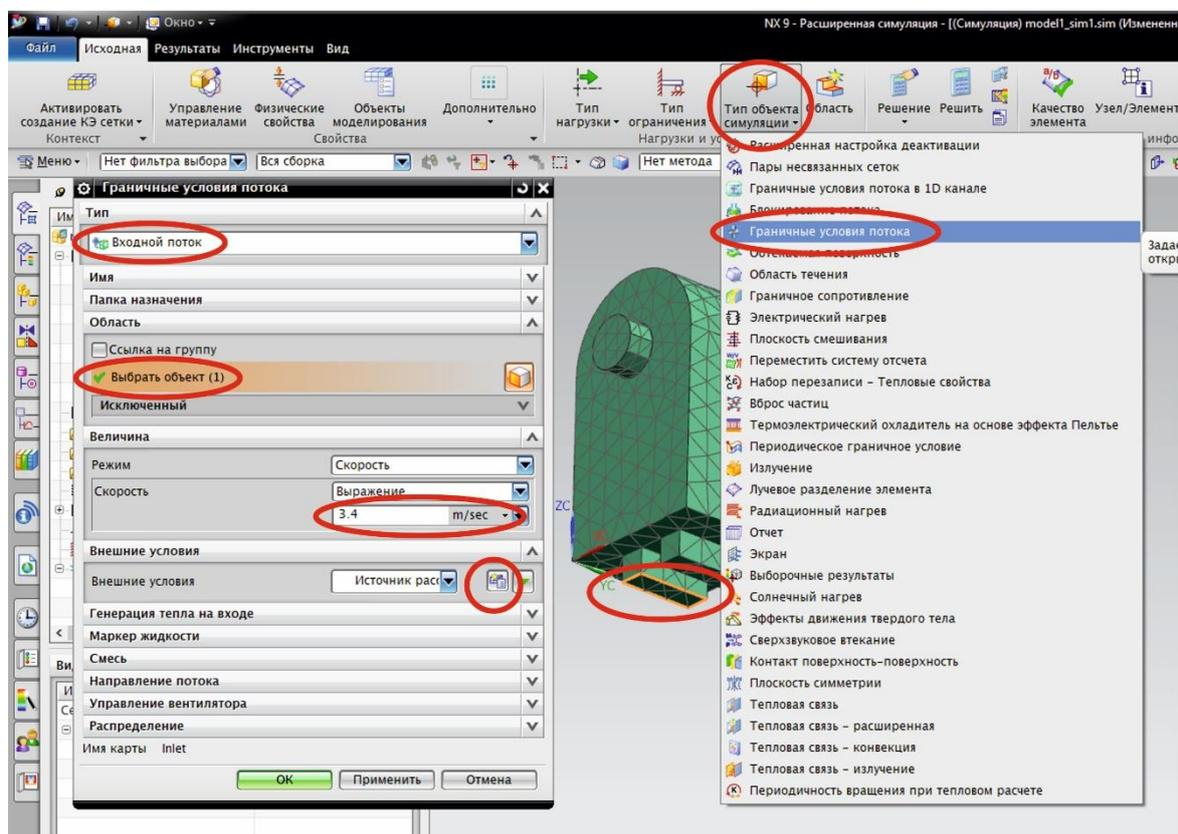
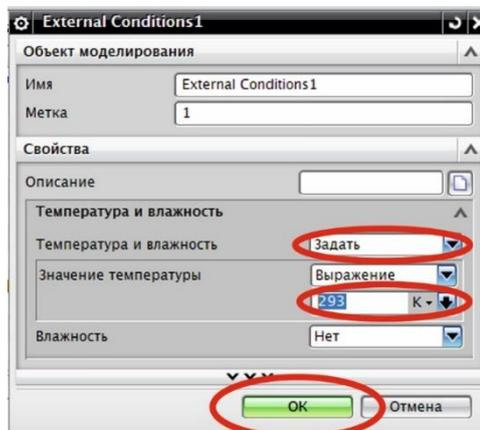

Рис. 1.8. Задание граничных условий входного потока
Рис. 1.9. Внешние условия
10. Задайте граничные условия первого входящего потока (рис. 1.8). Залка панель инструментов «Исходная» – «Тип объекта симуляции» – «Граничные условия потока». В открывшемся окне настроек «Граничные условия потока» выберите тип «Входной поток», выберите грань куда входит поток 1 в качестве области «Выбрать объект». В группе «Величина» задайте скорость потока V_1 в м/с. Единицы измерения нужно перевести в соответствующий вид.
Температура потока задается при помощи определения внешних условий. Нажмите в группе «Внешние условия» кнопку справа «Создание объекта моделирования» (рис. 1.8). В появившемся окне «External Conditions 1» установите свойство «Температура и влажность» – «Задать». Задайте значение температуры первого потока T_1 в нужной размерности (рис. 1.9). Влажность не задана. Нажмите «Ок».